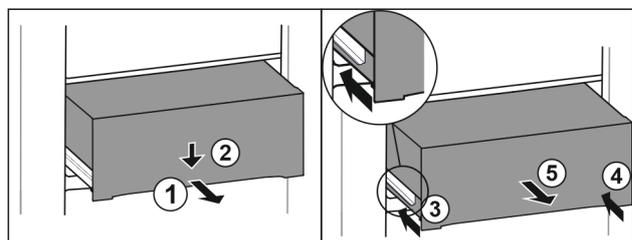

Fig. 114
- Estrarre il cassetto a metà. Fig. 114 (1)
- Premere il cassetto sul lato anteriore verso il basso. Fig. 114 (2)
- Spingere la guida sinistra di circa 2 cm verso l'interno. Fig. 114 (3)
- Spingere la guida destra di circa 2 cm verso l'interno. Fig. 114 (4)
- Rimuovere il cassetto tirandolo in avanti. Fig. 114 (5)